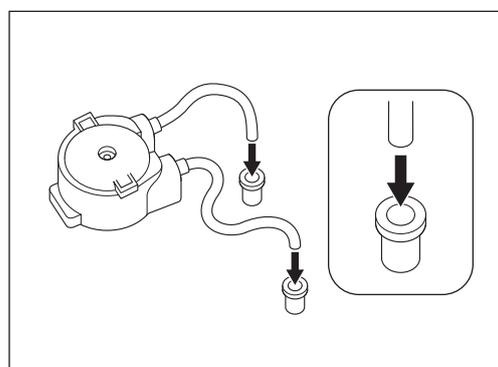

Fig. 54
- 6) Monte los anillos de conexión en los tubos de irrigación del nuevo conjunto de bomba de irrigación (opcional). Asegúrese de que el anillo esté orientado correctamente (Fig. 54).